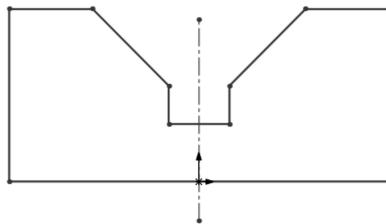

图 2-82 绘制 V 形块平面草图
- [8] 单击“确认角落”中的【退出草图】按钮 ，绘制 V 形块平面草图，如图 2-82 所示。